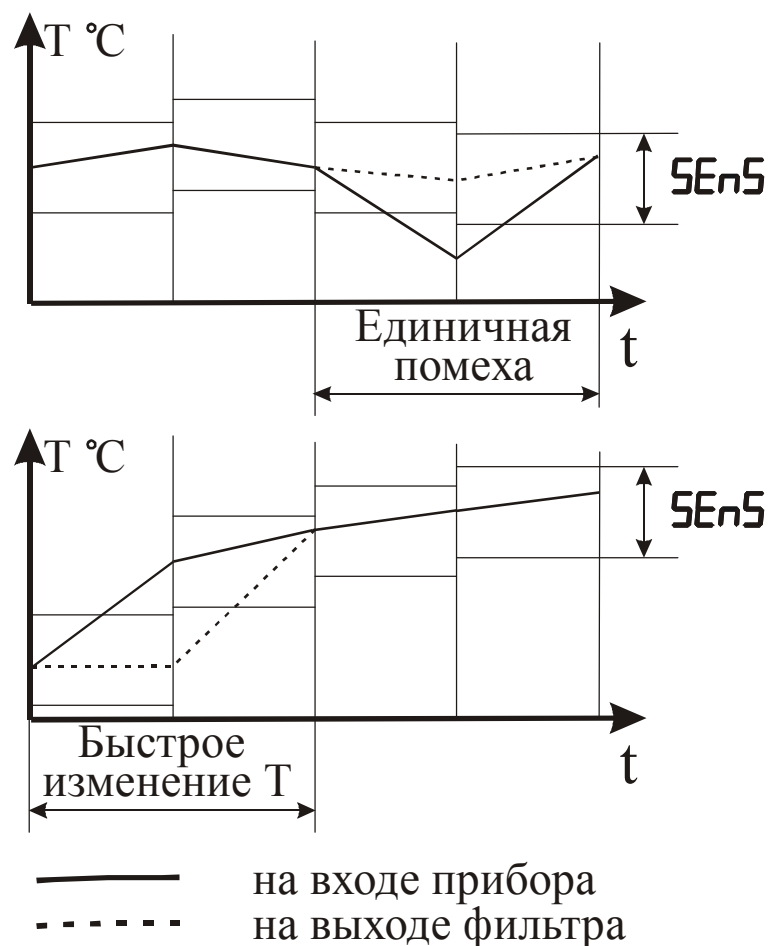

Рисунок 3.14 – Работа фильтра при воздействии случайной помехи и быстром изменении сигнала
3.3.3.7 С целью уменьшения влияния случайных импульсных помех на показания в прибор введена цифровая фильтрация. Работа фильтра описывается параметром "Полоса фильтра". Если текущее значение температуры отличается от результатов предыдущего измерения на значение, которое превышает указанное в параметре "Полоса фильтра", то проводится повторное измерение температуры, а на индикаторе остается старое значение (см. рисунок 3.14). О повторном измерении свидетельствует мигание светодиода "К" по соответствующему каналу.